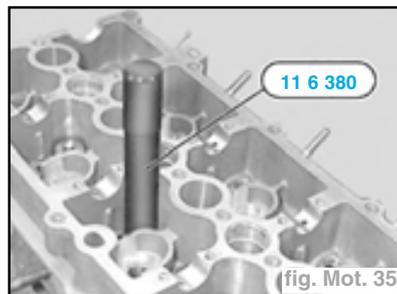

fig. Mot. 35
- Enlever l'outil 11 1 960 et emmancher le joint en butée à l'aide de l'outil avec l'outil 11 6 380 (fig. Mot. 35).